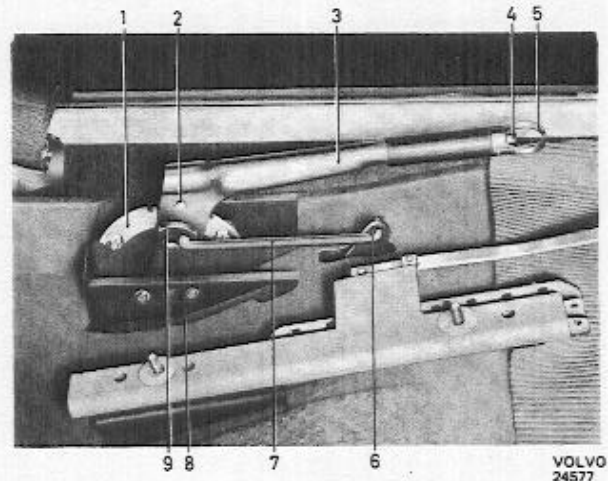

Abb. 114 Handbremsteile, 1800
2. Splint und Scheibe am Hebel der Handbremswelle entfernen (6, Abb. 114). Zugstange (7) etwas drehen, bis diese sich vom Hebel an der Welle abhängen läßt. Rastensegment (1) ausbauen.
3. Befestigungsschrauben für den Lagerflansch (8) lösen. Flansch mit Lagerbolzen heraustreiben. Stockhebel (3) nach oben herausnehmen.
2. Handbremse lösen und die Zugstange (7, Abb. 114) vom Hebel der Handbremswelle (6) abhängen.